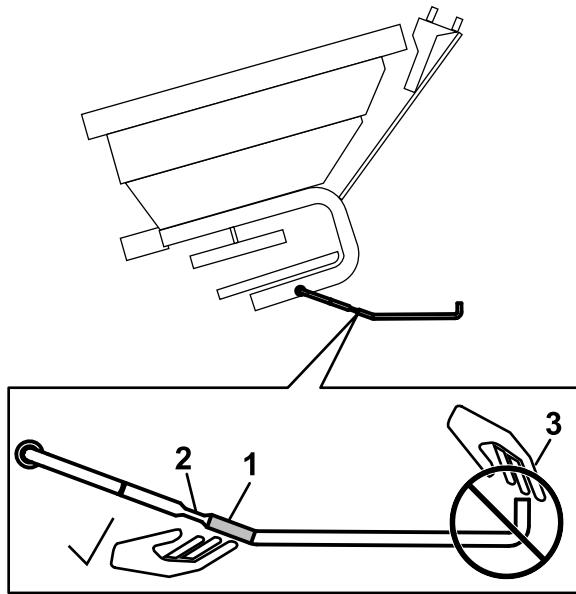

Figura 22
- Sujete la varilla de sujeción cerca de la muesca (ver la Figura 22) y levántela hacia el bastidor de la tolva.